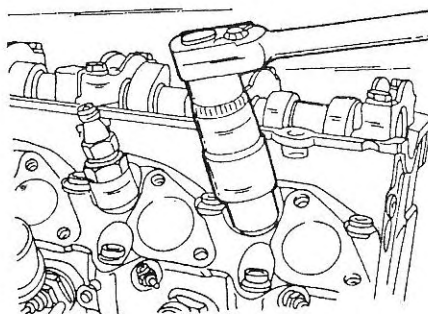

Рис. 21. Выворачивание форсунок.
- Вывернуть форсунки (рисунок 21). Удалить лежащие под ними шайбы.